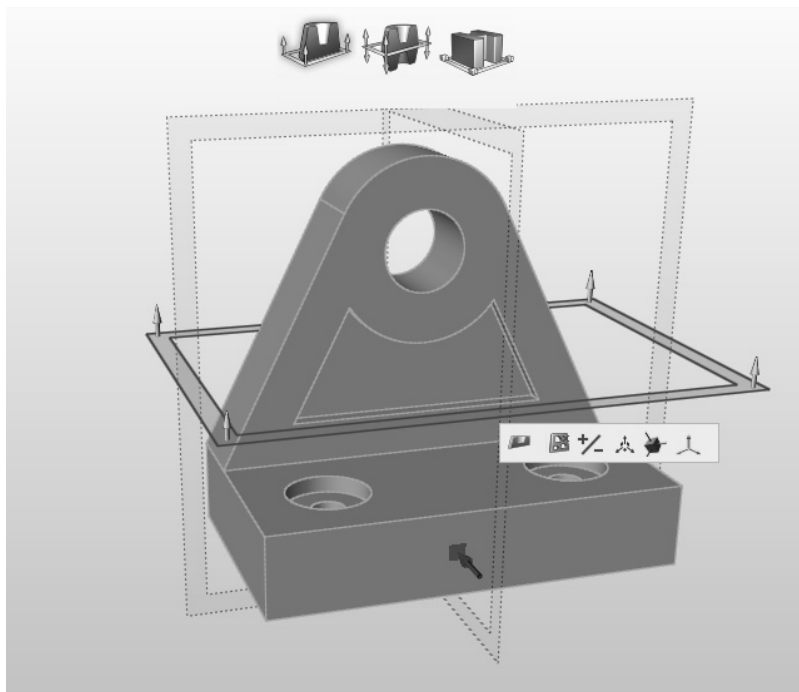

图 2-20
2) 单击其中的一个灰色平面将其激活，改变其原始的拔模方向，如图 2-20 所示。